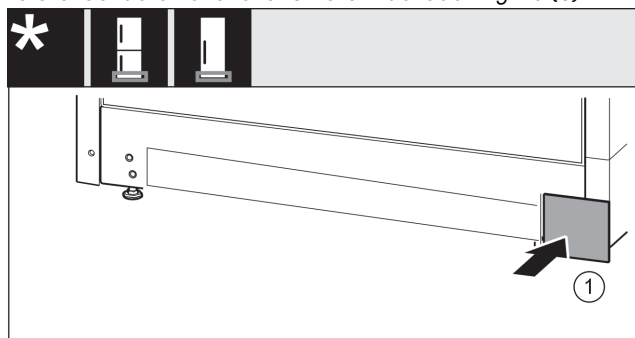

Fig. 17
- ▶ Kryt opäť nasadíte na druhú stranu. Fig. 17 (1)